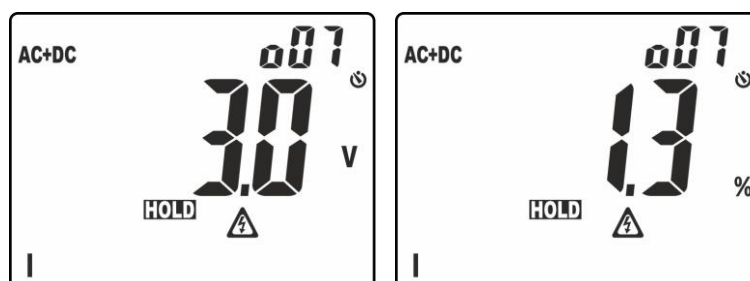

Fig. 4: Visualización ordenamiento amplitudes análisis armónico
- Pulsación prolongada de la tecla (al menos 2s) para activar la función **H2O** (**H**igher **H**armonic **O**rdening) de ordenamiento de la amplitud de los armónicos. En tales condiciones, la función "HOLD" se activa automáticamente, el símbolo "o" aparece delante del orden del armónico visualizado indicando la habilitación de la función de Ordenamiento. La barra gráfica se deshabilita y el instrumento muestra el valor de las amplitudes de todos los armónicos comprendidos entre el valor CC y el 25° excluida la fundamental, en orden **decreciente** a partir del armónico de amplitud mayor como se muestra en la Fig. 4
En el ejemplo de Fig. 4 el armónico de amplitud mayor corresponde al orden 7. Pulse la tecla  $\blacktriangle$  para observar las amplitudes de los armónicos restantes y pulse nuevamente la tecla **H/H%/H** para alternar entre la visualización en valores absolutos o porcentuales. Gire el selector para salir de la función